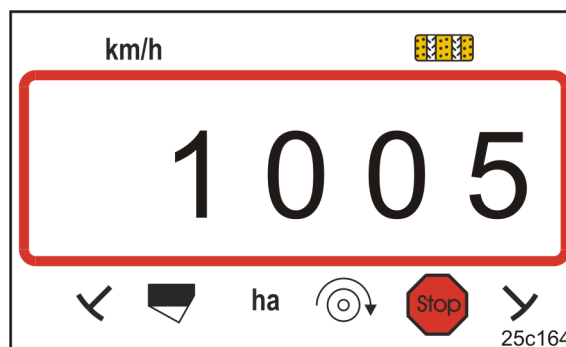

Рис. 20
- На дисплее (Рис. 20) отображается калибровочное значение (например, 1005 имп./100 м).